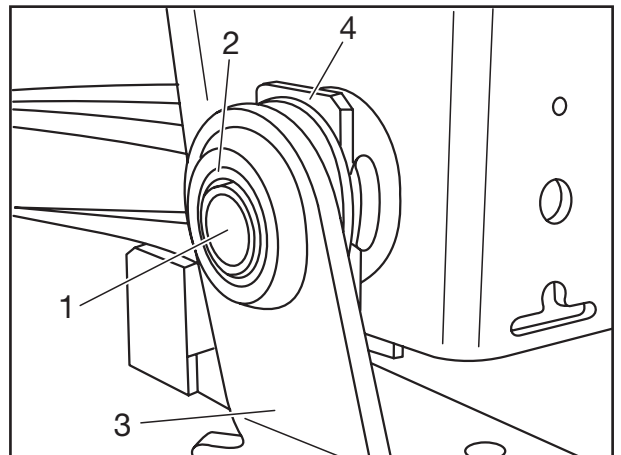

Fig. 8
- [10] Kunststoffbuchsen (Fig. 8/2) und Distanzbuchsen (Fig 8/1) in den Hebearm einsetzen.
- [11] Hebearm (Fig. 8/3) so weit hochheben, bis die Bohrungen für den Federbolzen fluchten.
- [12] Platte (Fig. 8/4) in den äußeren Rahmen der Stütze einschieben.
- Dazu Kunststoffbuchse (Fig. 8/2) und Distanzbuchse (Fig 8/1) in den Hebearm einsetzen.
[10] Insert plastic bushes (Fig. 8/2) and spacer bushes (Fig. 8/1) into the lift arm.
[11] Raise lift arm (Fig. 8/3) far enough for the holes for the spring pivot bolt to be aligned.
[12] Push the plate (Fig. 8/4) into the outer frame of the hanger bracket.
- Insert plastic bushes (Fig. 8/2) and spacer bushes (Fig. 8/1) into the lift arm.
[10] Installer les douilles en plastique (fig. 8/2) et les douilles d'écartement (fig. 8/1) des deux côtés du palonnier.
[11] Remonter le palonnier (fig. 8/3) jusqu'à ce que les trous de passage du boulon de ressort coïncident.
[12] Glisser la plaque (Fig. 8/4) sur le cadre extérieur de la main.
- Installer les douilles en plastique (fig. 8/2) et les douilles d'écartement (fig. 8/1) des deux côtés du palonnier.